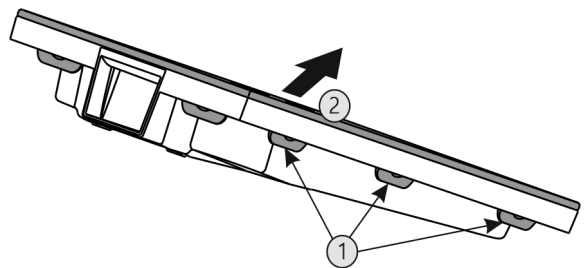

Fig. 39
- ▶ Appuyer sur toutes languettes Fig. 39 (1) l'une après l'autre et enlever le couvercle Fig. 39 (2).